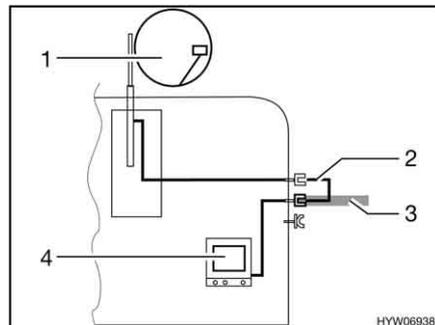

Fig. 148 TV dans le véhicule
- TV dans le véhicule (Fig. 148,4) : Raccord à l'antenne sur le toit (Fig. 148,1) avec câble d'alimentation (Fig. 148,2)
- TV dans le véhicule (Fig. 148,4) : Raccord à l'antenne extérieure (Fig. 148,3)